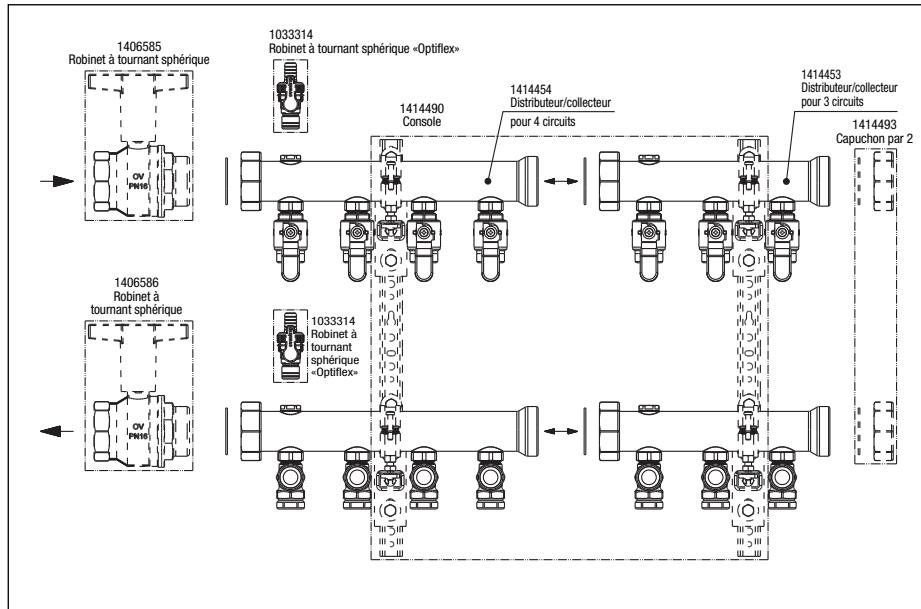

Fig. 10.1: Composants du système
- Les composants suivants sont disponibles comme accessoires (voir aussi fig. 10.1):
Le distributeur pour l'aller et le collecteur pour le retour sont prémontés et l'étanchéité est contrôlée en usine. Les modules de distribution individuels sont montés à l'aide de l'écrou d'accouplement (filetage femelle G2 avec joint plat) (fig. 10.1). Monter le distributeur pour l'aller (en haut) et le collecteur pour le retour (en bas) sur la console (accessoires: réf. 1414490) (fig. 10.1).
Le remplissage de l'installation jusqu'au distributeur/collecteur «Multidis SFI» en laiton s'effectue, robinets à tournant sphérique ouverts, via les colonnes montantes. Les robinets à tournant sphérique «Optiflex» (accessoires: réf. 1033314) peuvent être utilisés pour la purge même en pleine période de service. Ceux-ci sont raccordés au filetage femelle G ½ du module de distribution correspondant sur l'aller et le retour (fig. 10.1).